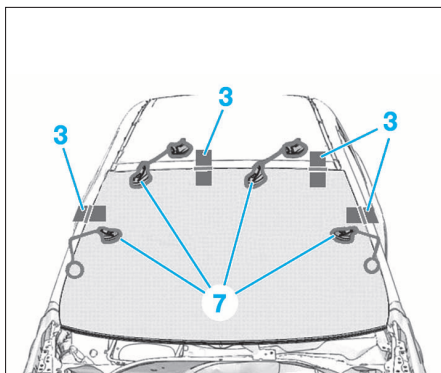

FIG. 115
- Appliquer le cordon de colle sur le pare-brise avec une hauteur (F) de 13 mm.
- A l'aide d'un outillage de maintien (7) où équivalent, apposer le pare-brise et le positionner grâce aux bandes adhésives témoins (3) (Fig.115).